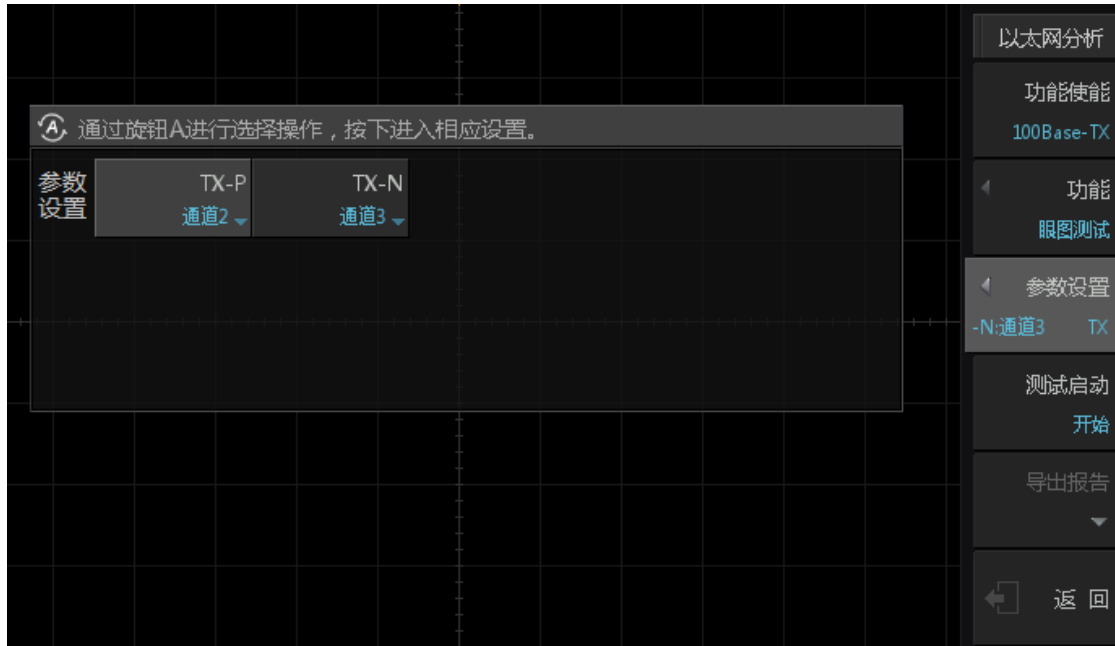

图 2.2 以太网分析菜单
- 如图 2.2 所示，打开“分析”菜单，进入“以太网”子菜单